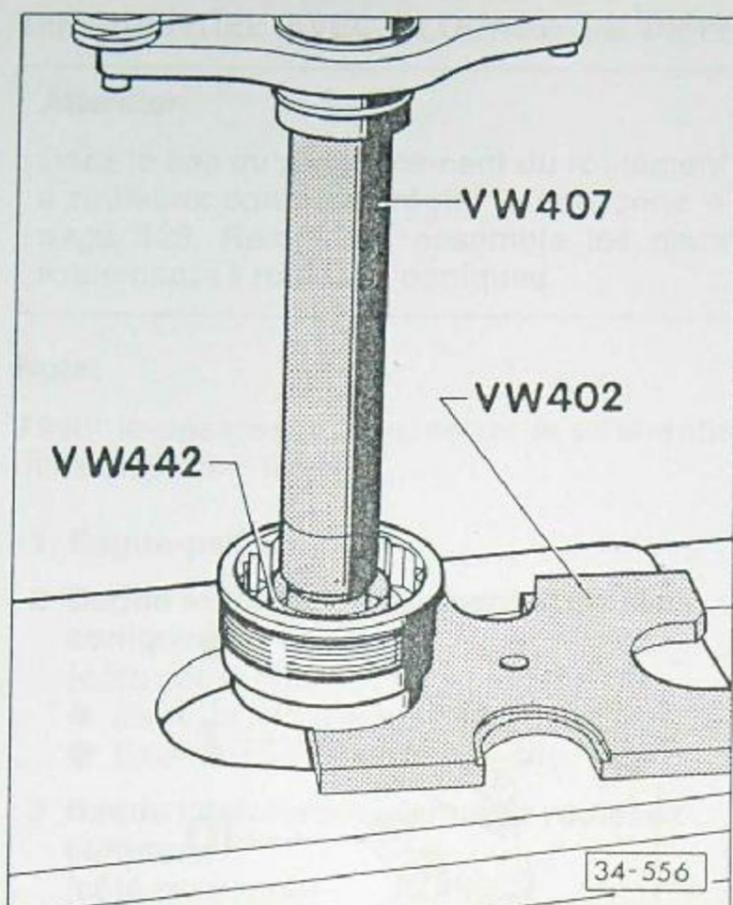

Fig. 13 Bague extérieure/roulement à rouleaux coniques: extraction à la presse hors de la bague-palier
- Extraire à la presse – fig. 13